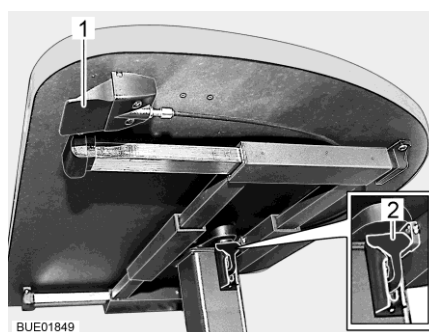

Fig. 79 Table à hauteur réglable avec touche de déverrouillage
- Tirer le levier de verrouillage (Fig. 79,2) vers le bas ou l'enfoncer.
- Pousser le levier de verrouillage (Fig. 79,2) vers le haut.
- Pousser la touche de déverrouillage (Fig. 79,1) et la maintenir poussée. Le plateau de table s'élève alors automatiquement jusqu'à la butée de fin de course.
- Lâcher la touche de déverrouillage (Fig. 79,1). Le plateau de table reste dans la position choisie.
- Pousser la touche de déverrouillage (Fig. 79,1) et la maintenir poussée.
- Lâcher la touche de déverrouillage (Fig. 79,1). Le plateau de table reste alors dans la position la plus basse.